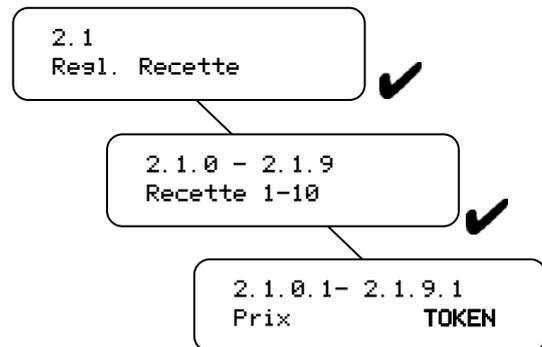

Fig. 25
- Régler PRIX (fig. 25) JETON dans le menu 'item' 2.1.0.1 jusqu'à 2.1.9.1 **ET** bloquer de € 0,05 à 2,00 par l'interrupteur DIL dans le monnayeur t avec le tableau ci-dessous.